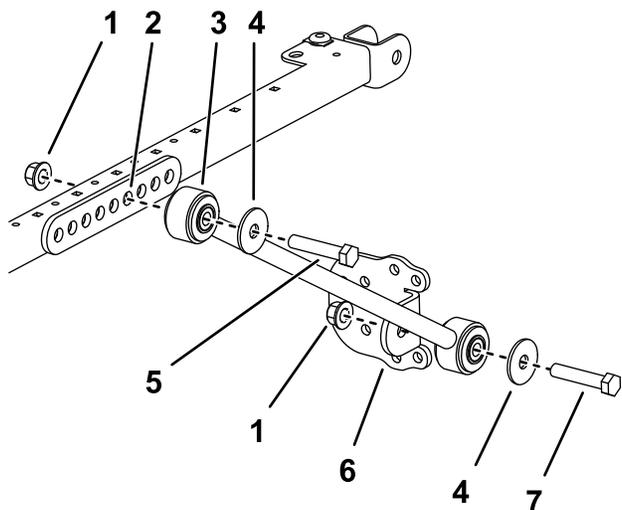

Figura 45
5. Su ciascun lato del telaio del parasole montate, senza serrarla, una biella sul quarto foro del supporto di montaggio dell'ancoraggio con 2 bulloni ($\frac{1}{2}$ " x $2\frac{3}{4}$ ") e 2 dadi flangiati ($\frac{1}{2}$ "), come illustrato nella Figura 45.
6. Montate, senza serrarla, una staffa di ancoraggio su ciascun supporto di ancoraggio con un bullone ($\frac{1}{2}$ " x $2\frac{1}{2}$ "), una rondella ($\frac{1}{2}$ ") e un dado flangiato ($\frac{1}{2}$ "), come illustrato nella Figura 45.